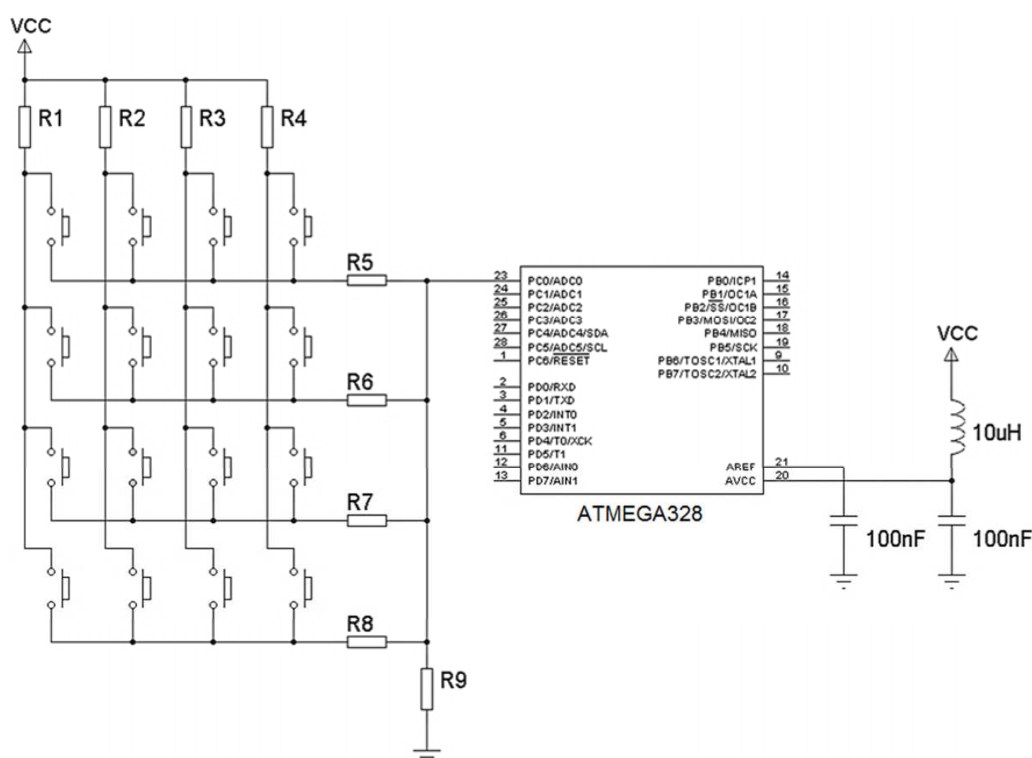

Fig. 19.5 – Leitura de um teclado 4 × 4 com o uso do ADC.
Uma técnica interessante para ler um teclado no formato matricial é utilizar o ADC para converter um sinal de tensão proveniente de uma rede resistiva. Na fig. 19.5, é apresentado um teclado com 16 teclas com um arranjo adequado de resistores. Assim, quando uma determinada tecla for pressionada, será gerada uma tensão única sobre o resistor R9. De acordo com a tensão gerada, se determina qual tecla foi pressionada. Com nenhuma tecla pressionada, a tensão sobre o resistor R9 será nula.
Para que o sistema funcione adequadamente, é necessário calcular os resistores empregados garantindo 16 faixas de tensão diferentes para a entrada do ADC (fig. 19.5). Nesse caso, é importante empregar resistores de precisão para evitar variações consideráveis de tensão para cada tecla. Para a estabilidade da leitura, na avaliação dos dados do ADC, o programa deve considerar uma faixa de tensão pertinente para cada tecla. A tensão de referência para o ADC deve ser a tensão de alimentação do sistema.
- 19.2** – Determine valores para os resistores da fig. 19.5. Depois repita o cálculo para um teclado matricial de 12 e 9 teclas.